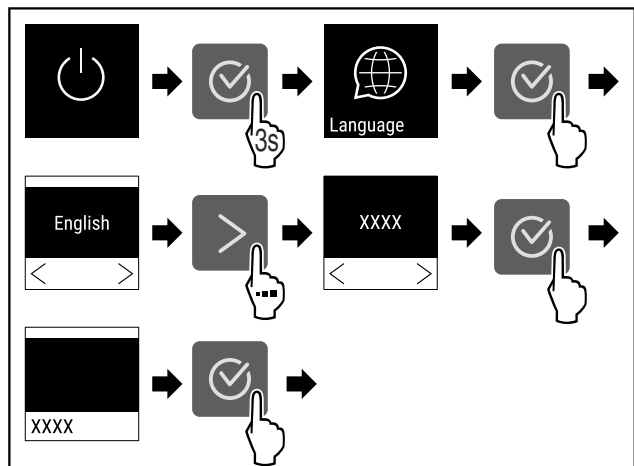

Fig. 54
- ▶ Handlungsschritte (siehe Fig. 54) durchführen.